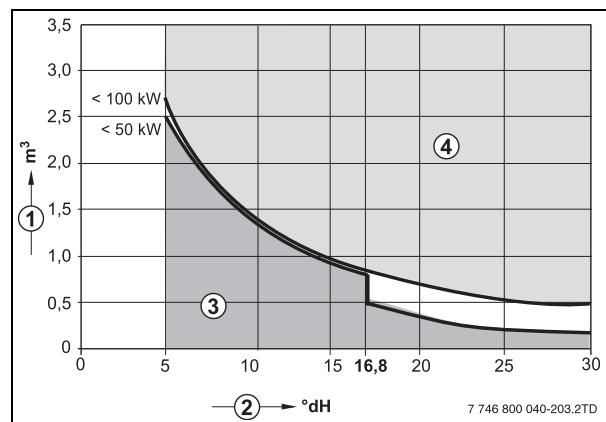

Fig. 6 Cerințe privind apă de umplere a cazonului pentru cazonul individual până la 100 kW
- Utilizați exclusiv apă de la robinet netratată (Respectați în acest sens diagrama din fig. 6). Nu este permisă apa freatică.